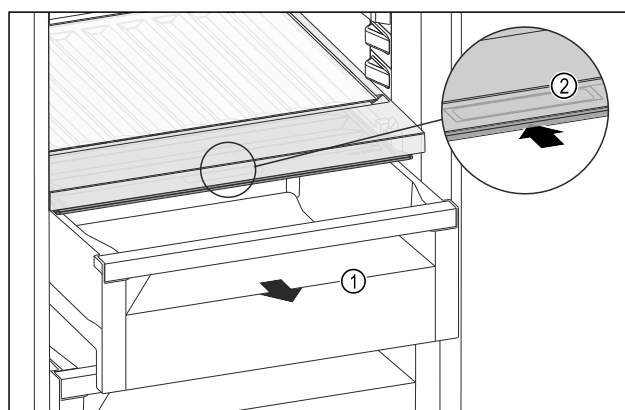

Fig. 121
- ▶ Schuifvak Fig. 121 (1) uittrekken.
- ▶ Greeplijst Fig. 121 (2) op het vakdeksel vastpakken en het vakdeksel gelijktijdig naar achteren schuiven.